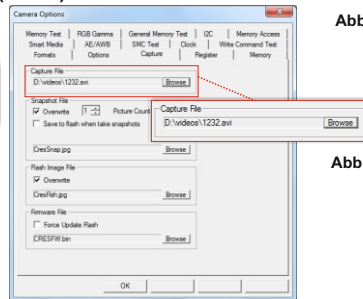

Abb.4
- Im Register “Capture” wählen Sie die Taste “Browse”, um die Dateien zu benennen und auf der Festplatte (Abb.4) zu speichern.